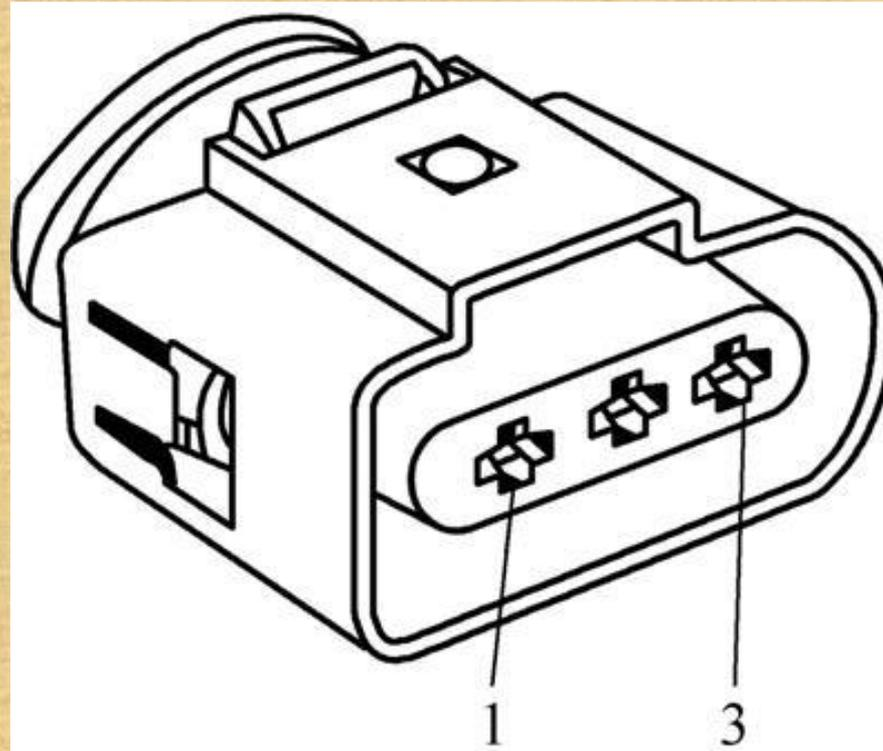

图8-2 霍尔传感器插头端子图
- 霍尔式传感器主要由触发叶轮、霍尔集成电路（IC, Integrated Circuit）、导磁钢片（磁轭）与永久磁铁组成，其基本结构如图8-2所示。